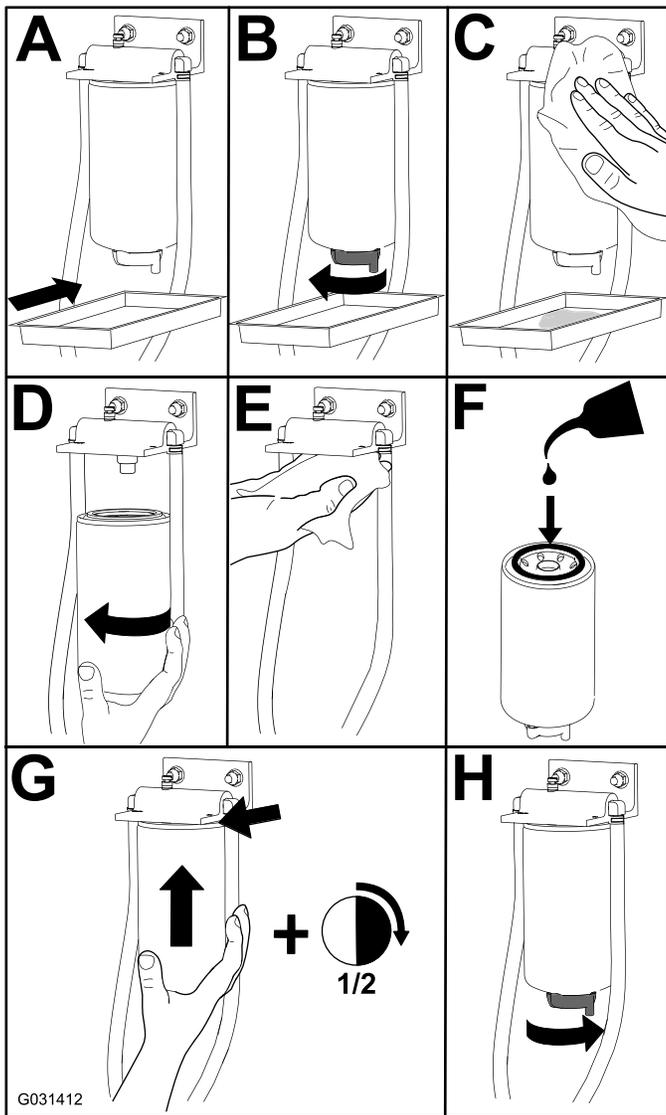

Figura 79
1. Cambie el filtro como se muestra en la Figura 79.